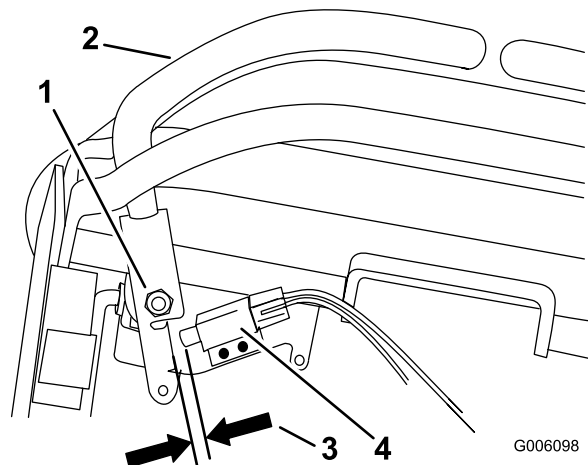

Figura 53
10. Compruebe la distancia entre la palanca de control y el interruptor, según se muestra en Figura 53. Debe ser de 3 mm (1/8 pulgada).